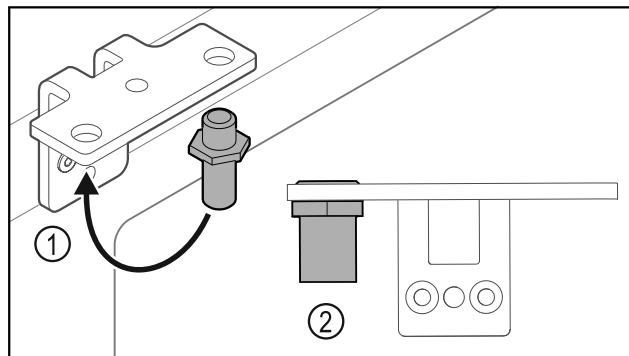

Fig. 30
- ▶ Sett om bolten Fig. 30 (1) i hengselvinkelen.
- ▶ Trekk til bolten Fig. 30 (2) med **et tiltrekkingmoment på 12 Nm**.